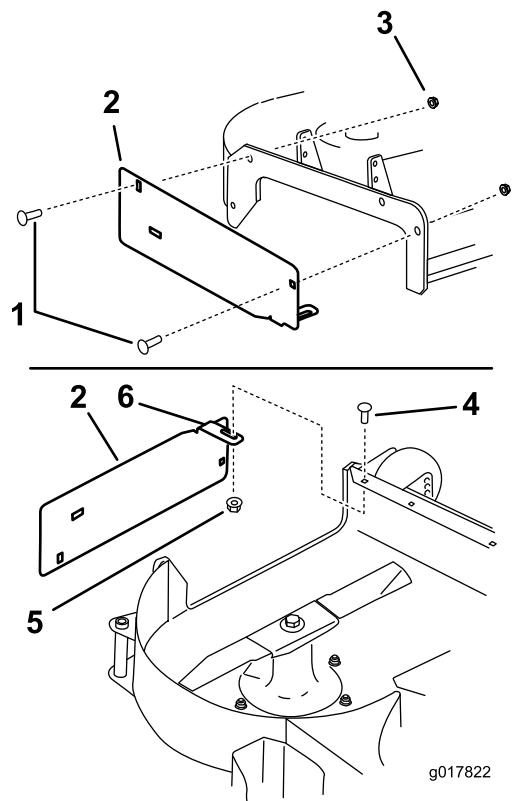

Figure 2
1. Montez la plaque d'éjection à l'extérieur du support de montage au moyen de 2 boulons de carrosserie (7/8" x 1 1/4") et de 2 écrous à embase (petite embase) (7/8"), comme montré à la Figure 2.
2. Fixez la patte à l'intérieur du plateau de coupe à l'aide de 1 boulon de carrosserie (5/16" x 7/8") et de 1 écrou à embase (5/16"), comme montré à la Figure 2.